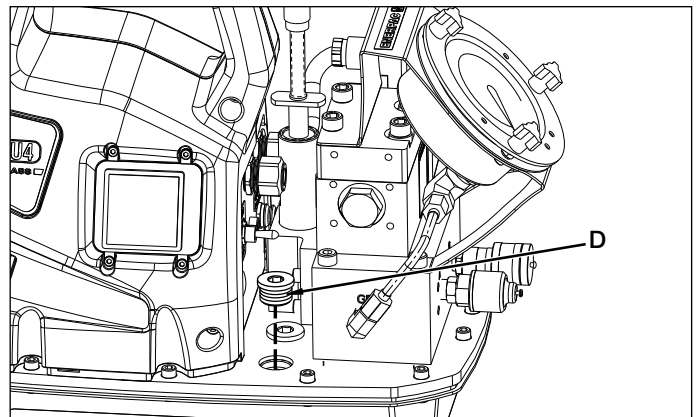
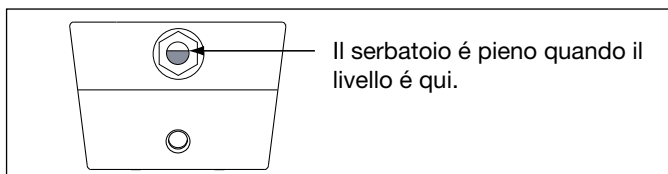

Figura 3, Tappo riempimento olio
Figura 5, Vetro spia dell'olio
Fare riferimento alla figura 3 per le dimensioni di montaggio per fissare la pompa ad una superficie fissa.
Controllare il livello dell'olio prima di avviare la pompa; aggiungere olio, se necessario, togliendo il tappo SAE #10 dalla piastra di copertura (vedere figura 3). Il serbatoio è pieno, quando il livello dell'olio è come mostrato in figura 5.
2. Pompa (-Q) per le chiavi torsiometriche S e W dell'Enerpac e di altre marche. Usare i tubi flessibili marcati "Enerpac THQ-700 series - 700 bar/10,000 psi max.". Gli accoppiatori debbono essere polarizzati come in figura 5 per il corretto funzionamento della chiave torsiometrica. Accertarsi che gli accoppiatori siano completamente inseriti e stretti prima di lavorare. Un inserimento solo parziale dell'accoppiatore impedirà il corretto funzionamento della chiave torsiometrica.